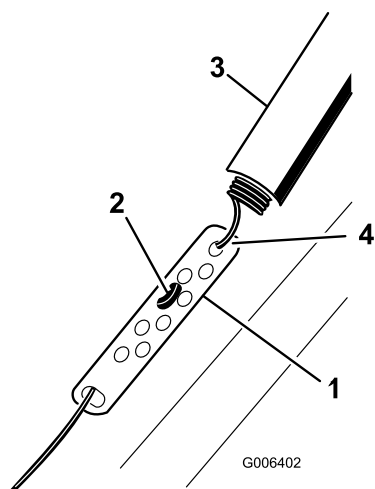

Figure 11
1. Remontez la protection du ressort et décrochez le ressort de la biellette de réglage (Figure 11).
2. Accrochez le raccord en Z à un trou plus haut ou plus bas sur la bielle de réglage de manière à obtenir un écart de 2 à 3 mm (1/16 à 1/8 po.) entre la barre de commande et le guidon (Figure 11).